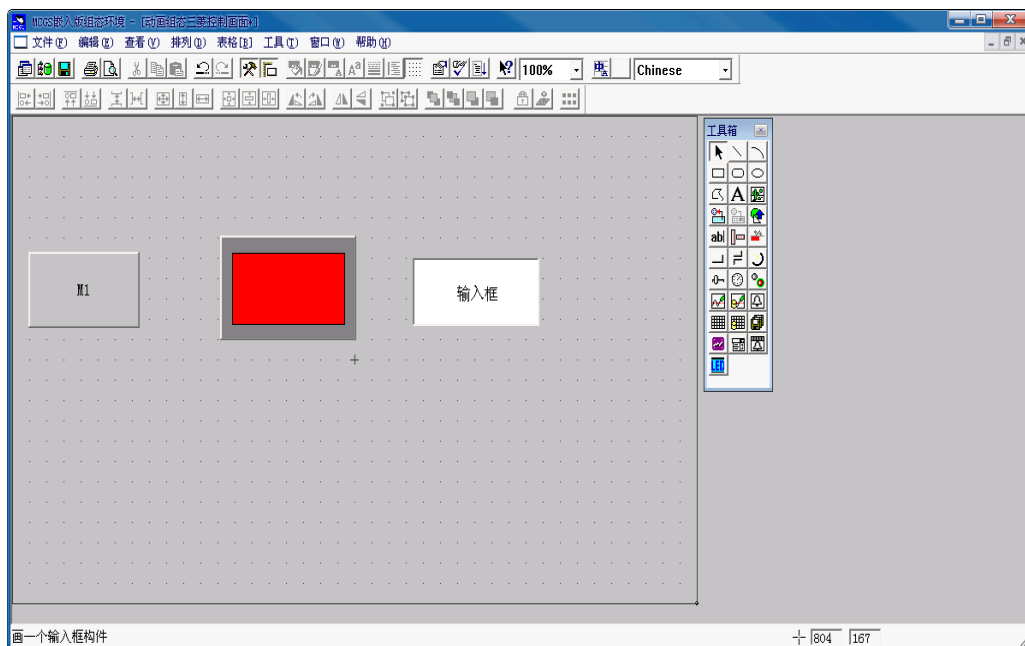

图 7 放置“输入框”构件
(3) 输入框：单击工具箱中的“输入框”构件，在窗口按住鼠标左键，拖放出一个一定大小的“输入框”如图 7 所示。